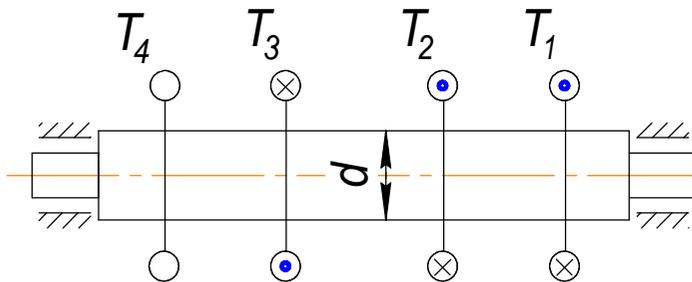

Рис.2.15
2.31. Для стального стержня сплошного круглого сечения (рис. 2.15), вращающегося в подшипниках, определить значение неизвестного внешнего скручивающего момента  $T_4$ , построить эпюру внутренних скручивающих моментов и определить диаметр из условия прочности, если  $T_1 = 2,6$  кНм,  $T_2 = 3$  кНм,  $T_3 = 2,6$  кНм,  $[\tau] = 30$  МПа.